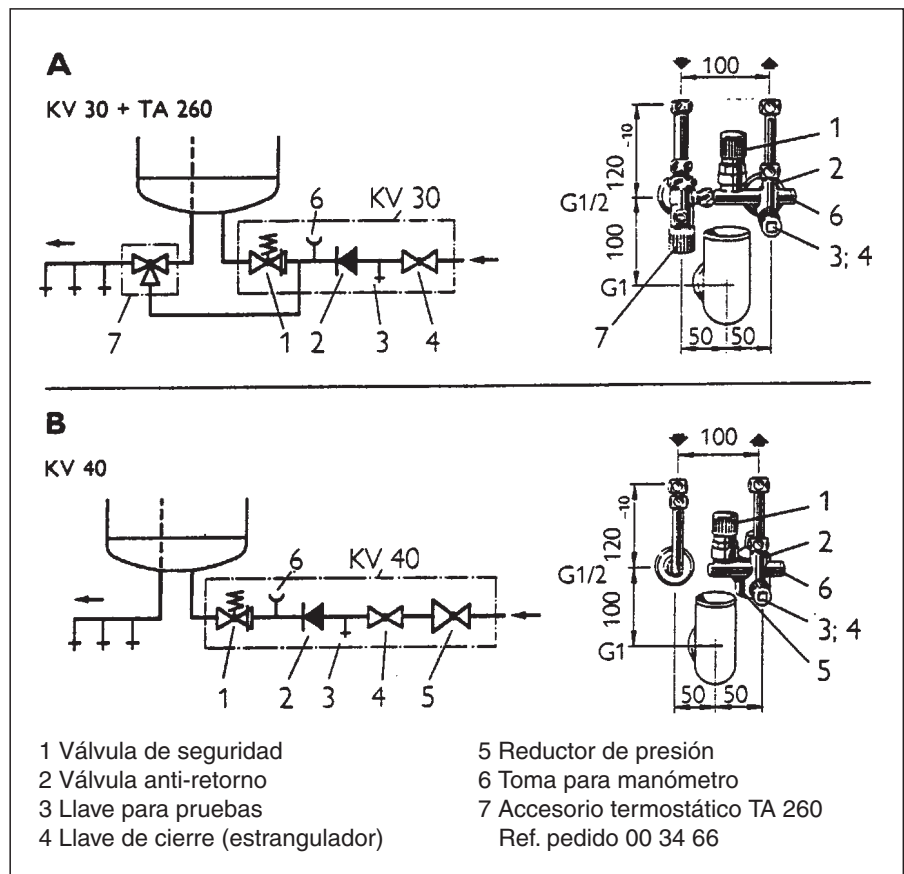

Fig. 7
- KV 30, ref. 00 08 26**, hasta 4,8 bar de presión de la red (fig. 7 A)
- KV 40, ref. 00 08 28**, hasta 10 bar de presión de la red (fig. 7 B).
- Abrir el capuchón giratorio de la válvula de seguridad girándolo hacia la izquierda, en dirección hacia la inscripción "Prüfen" (Prueba) (ver la fig. 7, pos. 6).